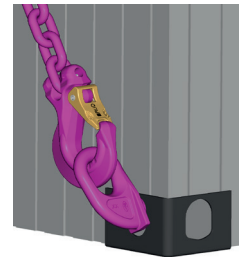

Abb. 2: VCH 10 t / 12,5 t mit VIP-Cobrahaken bzw. ICE-Starhaken
- VIP-Endbauteil z.B. VIP-Cobra-Gabelkopfhaken VCGH 16 (siehe Abb. 2)